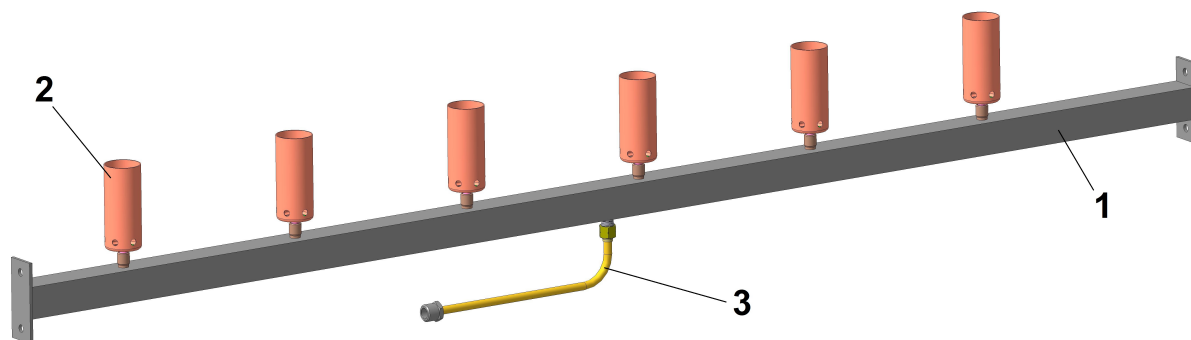

Рис.1 Горелка ГВ L=1700/6
4.1 Горелка (см. рис.1) состоит из прямолинейного коллектора 1 с наконечниками 2 и удлинителя 3.